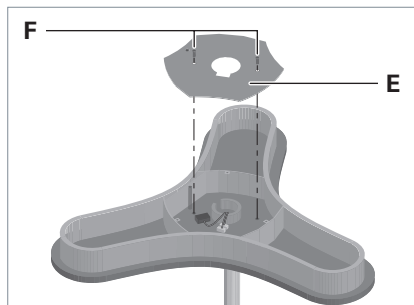

Fig. 8: Montaggio della copertura.
- ▶ Togliere la copertura **E** dalla testa dell'apparecchio, vedi Fig. 8.
- ▶ Collocare la copertura **E** sulla testa dell'apparecchio, vedi Fig. 8.